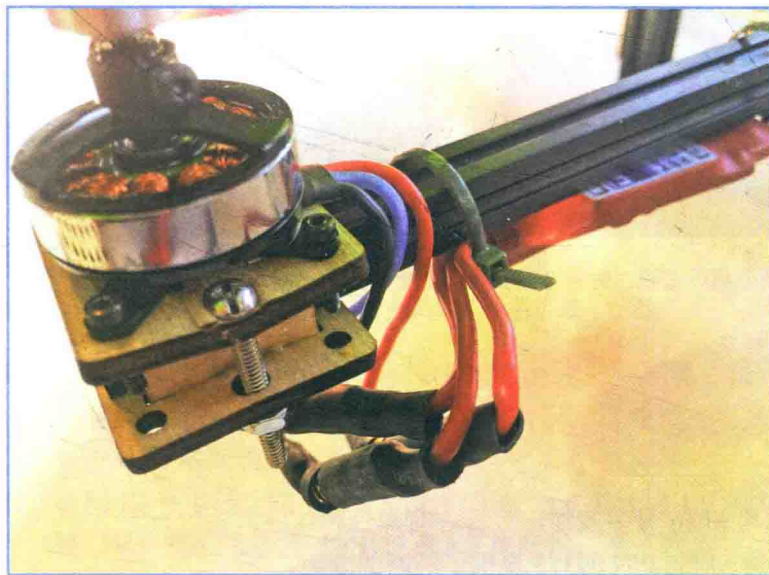

图 10.11 将 ESC 连接到马达
7. 连接！最后将马达的公接头插入 ESC 的母接头，如图 10.11 所示。下